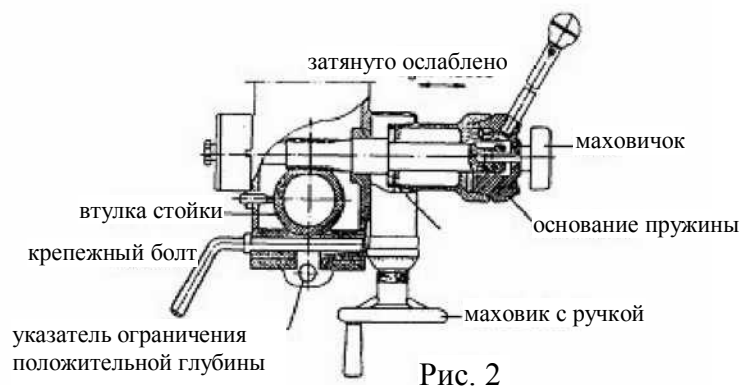

Рис. 2
- (1). Подготовка к сверлению (см. рис. 2) (за исключением системы дополнительного питания). Поворотом маховичка ослабьте конусный корпус червячной передачи и основание пружины. Затем мы определяем ход шпинделя, устанавливая указатель ограничения положительной глубины для сверления глухого отверстия или задавая свободное состояние для проходного отверстия.
(2). Подготовка к фрезерованию (см. рис. 2) (за исключением системы дополнительного питания)